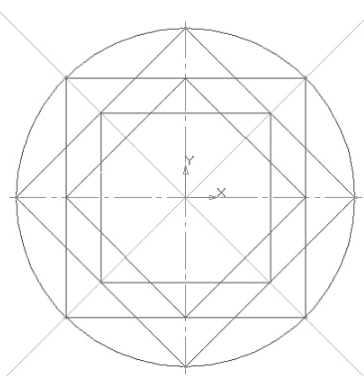

Рис. 4.7.
- з'єднайте точки перетину квадрата і осей симетрії за допомогою безперервного введення об'єкта (рис. 4.7);